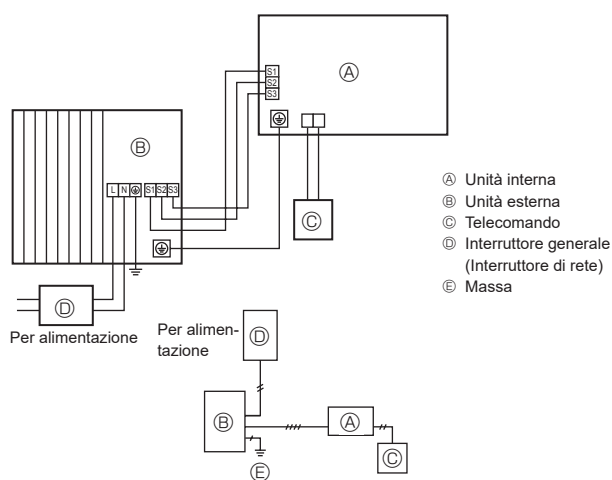

Fig. 6-1
### 6.1. Unità esterna (Fig. 6-1, Fig. 6-2)
- ① Rimuovere il pannello di servizio.
- ② Posizionare i cavi secondo la Fig. 6-1 e la Fig. 6-2.